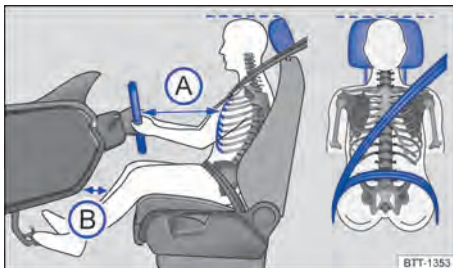

Fig. 22 Distancia correcta del conductor con relación al volante, posición correcta de la banda del cinturón de seguridad y ajuste correcto del apoyacabezas.
- Ajustar el asiento de modo que la distancia entre el volante y el tórax sea como mínimo de 25 cm → fig. 22 (A) y que el conductor pueda sujetar el volante del borde exterior con las dos manos y los brazos ligeramente flexionados.
- Ajustar el asiento del conductor de manera longitudinal para que los pedales se puedan accionar con las piernas ligeramente dobladas y la distancia entre el área de la rodilla y el tablero de instrumentos sea de al menos 10 cm → fig. 22 (B).
- Ajustar el apoyacabezas para que su borde superior se encuentre preferentemente en la misma línea de la parte superior de la cabeza → fig. 22 – pero no por debajo de la altura de los ojos. Posicionar la parte posterior de la cabeza lo más cerca posible del apoyacabezas.